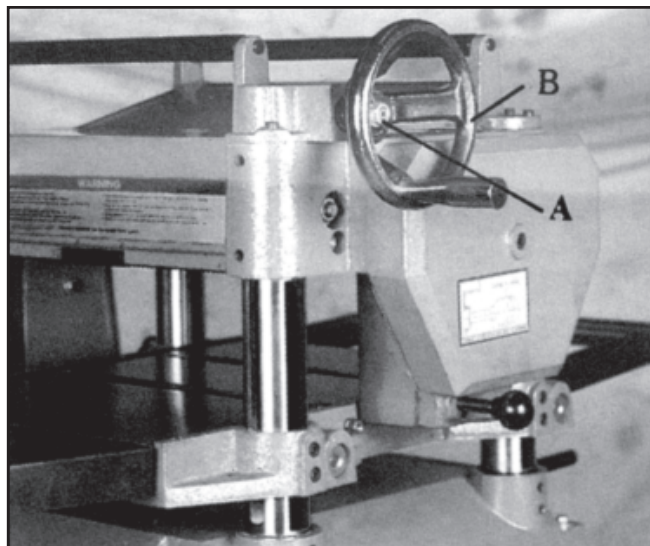

Figura 7
1. Despegue el papel de la parte trasera del indicador de dirección (A, Figura 7) y presiónelo firmemente sobre el orificio del centro de la manivela.
3. Deslice la manivela (B, Figura 7) sobre la flecha. Asegúrese de que la muesca en la manivela se alinee y se conecte con la barra.